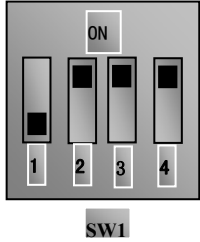

图 4-4 拨码开关
- (2) 按方式键，进入编程菜单。
- (3) 设置变频器的功能参数：
①进入 F203 参数，设置为 1，选择模拟 AI1，0~10V 电压端子频率设定方式；
② 进入 F208 参数，设置为 1，选择方向端子（OP5 设置为自由停机，OP4 设置为反转；OP6 设置为正转）控制运行；
(4) 对于三相变频器控制端子排附近有一四位红色拨码开关 SW1，如图 4-4 所示。拨码开关的作用是选择模拟量输入端子 AI1、AI2 的输入范围（0~5V/0~10V/0~20mA）。实际使用时通过 F203 来选择模拟量输入通道。按图示把开关 1 拨到 OFF 位置，3 拨到 ON 位置，选择 0~10V 电压调速。